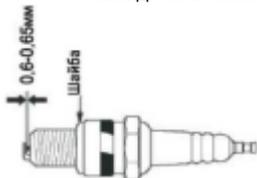

Рис. 11
16. Измерете междината между електродите на свещта със специален инструмент. Междината трябва да бъде 0,6 - 0,65 мм (рис. 11). Ако е увеличена или намалена необходимата междина, се препоръчва да замените свещта, тъй като регулирането на